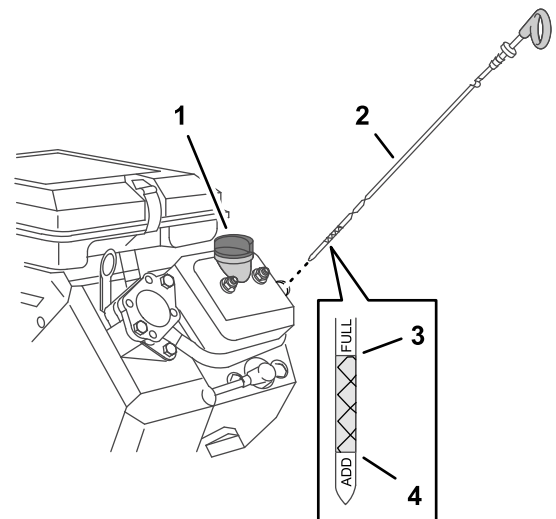

**Figura 75**
2. Vierta lentamente 1.6 L (56 onzas fluidas) de aceite del tipo especificado en el cuello de llenado (Figura 75) del motor; consulte Especificaciones de aceite del motor \(página 57\).